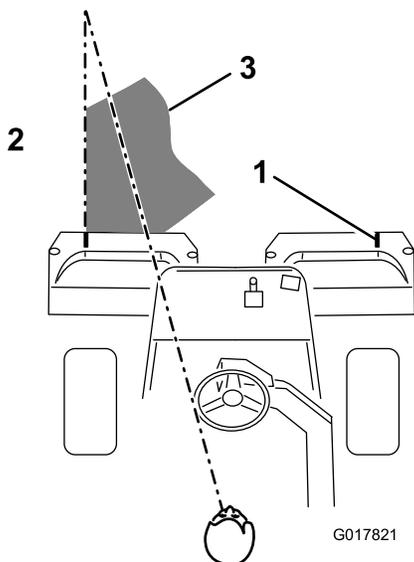

图38
- 掉头回来的下一道，请与前一道保持最小的交叠量。为了保持以直线方式穿过果岭，并使得机器与此前剪草的边缘保持等距，请在机器前到果岭未剪部分的边缘虚构一条长约 1.8~3m 的视线（图38）。有人发现，将方向盘的外缘看作视线的一部分非常有用；即让方向盘边缘对准与机器前面始终保持等距的某个点（图38）。